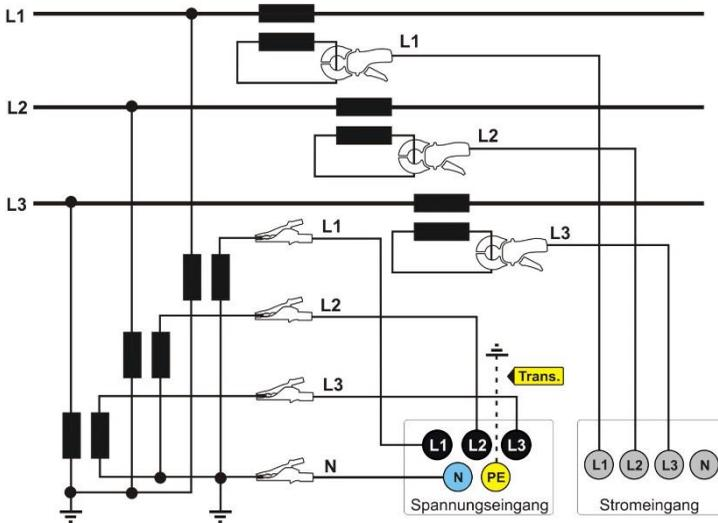

Abb. 23. Anschlussschaltbild - indirekte Messung von MS in einem 3-Phasen-Stern-System.
- im System des Typs Stern (Abb. 23),